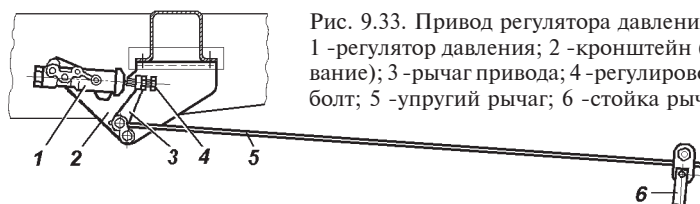

Рис. 9.33. Привод регулятора давления:
В процессе эксплуатации и при замене задних рессор необходимо регулировать усилие упругого рычага 5 (рис. 9.33) на поршень регулятора. Регулировку производите в следующей последовательности:
4. Доверните болт 4 (см. рис. 9.33):